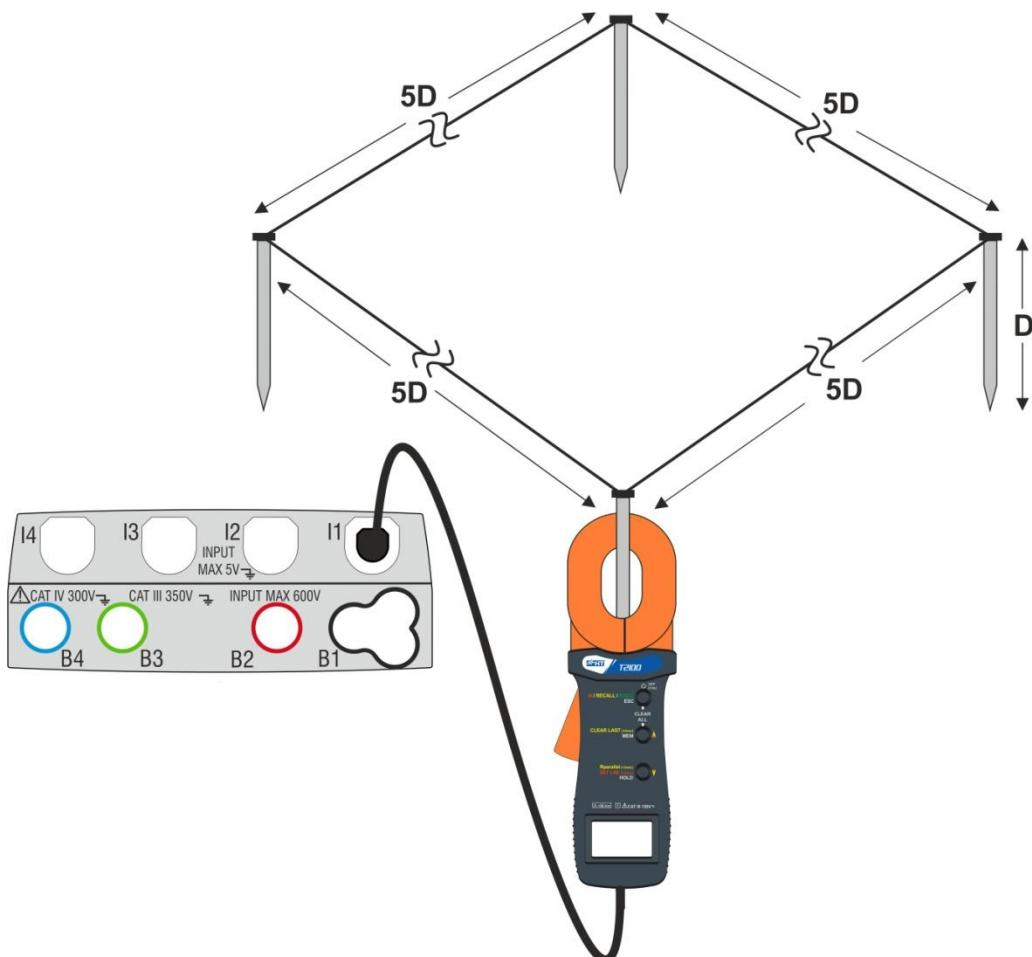

Fig. 31: Mediación da resistência de dispersores individuais com pinça T2100
A medição executada pela pinça T2100 pode ser utilizado para a avaliação de resistências de dispersores individuais no âmbito de uma instalação de terra sem necessidade de desconectar as mesmas, **na hipótese de elas não se influenciarem entre si** (ver Fig. 31)
4. Ligar a pinça ao primeiro dispersor da rede de terra considerada como se mostra na Fig. 31. Notar o valor da resistência no campo **R** e premir o ícone para inserir esse valor no cálculo da resistência paralela e aumentar o parâmetro **N** em uma unidade (**N** = 1)